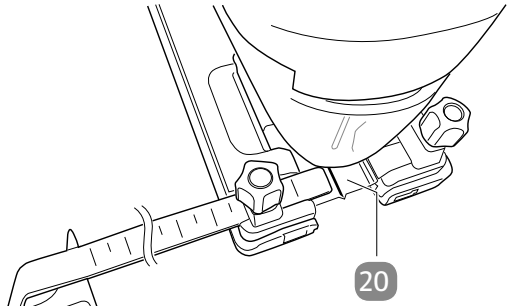

Abb. 1
3. Stellen Sie den Abstand ein, indem Sie die gewünschte Zentimeter Anzahl auf dem Parallelanschlag über der roten Linie **20** ausrichten (siehe **Abb. 1**).
- Zeichnen Sie zunächst eine gewünschte Linie auf dem Werkstück ein, nach der Sie sich richten können. Mithilfe der roten Linie zwischen den Festschrauben (siehe **Abb. 1**), können Sie die Säge entlang Ihrer eingezeichneten Linie führen, um das Werkstück präzise zu sägen.